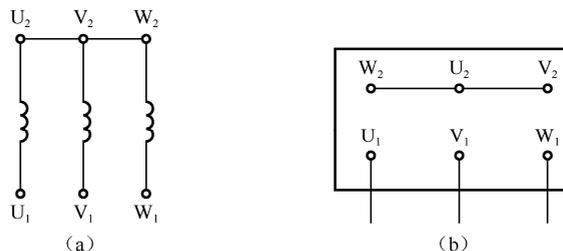

图 1-40 Y 连接原理图
(1) 准备好导线, 每根导线剥去绝缘层的两端要套上编码套管, 编号方法遵循从上到下, 从左到右, 逐列依次编号, 每经过一个电器接线端子编号递增并遵循等电位同编号的原则。
(2) 先用短接环将电动机接线端子按 Y 连接的要求连接好 (见图 1-40), 再将准备好的导线分别接在  $U_1$ 、 $V_1$ 、 $W_1$  端。导线与接线端子连接时, 不得压绝缘层、不反圈, 且露铜不宜过长 (一般露铜 2mm 为宜)。